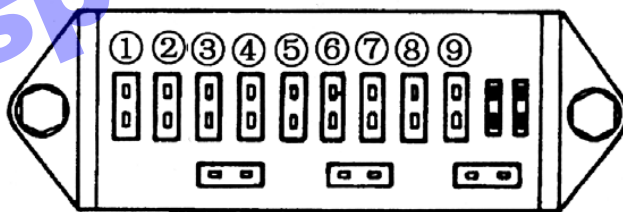

Рис. 2-28
2.2.2.4 Коробка предохранителей (Рис. 2-28)